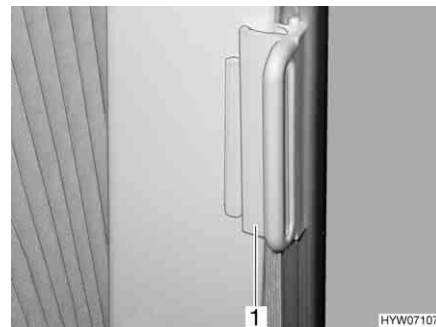

Fig. 26 Bloccaggio delle tendine oscuranti pieghevoli per il finestrino del conducente/passeggero (alternativa)
- Spingere l'impugnatura (Fig. 26,1) fino al sopralzo. La tendina oscurante pieghevole è ora bloccata.